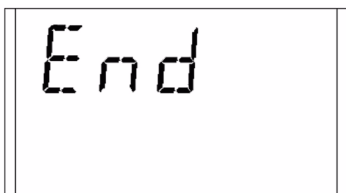

Fig. 12 Taratura eseguita
- Dopo che il valore del gas si è stabilizzato, la visualizzazione alternata si arresta. Se la taratura è stata eseguita correttamente, sul display viene visualizzato END [fine] per 2 secondi circa [→ Fig. 12].